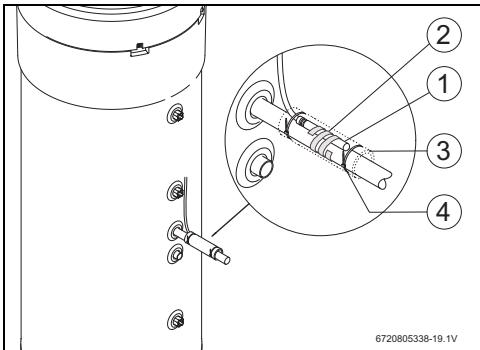

Fig. 12
- Posicionar el sensor de temperatura NTC del accesorio [1] tal como se lo visualiza en la imagen 12.